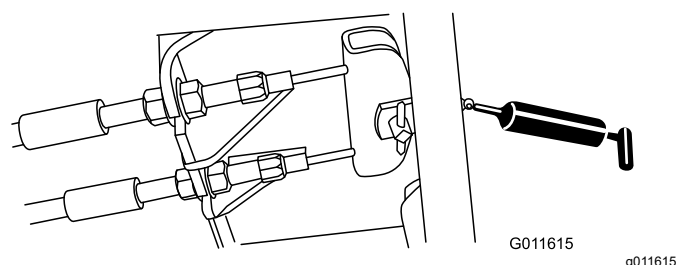

Figure 73
- Pédale de frein (1) (Figure 73)